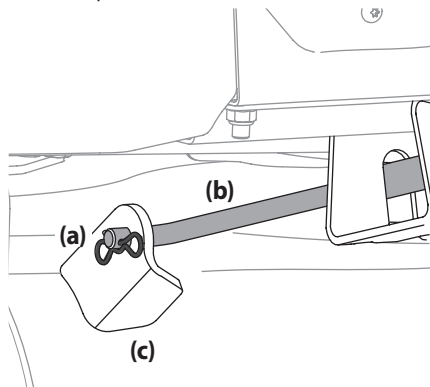

Figura 4-15
- Vuelva a instalar la varilla de elevación delantera de la plataforma y sujétela en su lugar con el pasador de chaveta. Consulte la Figura 4-15.